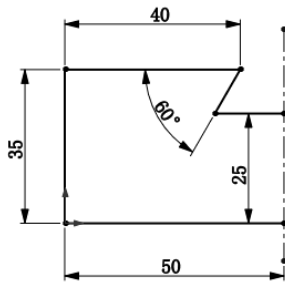

图 3-97 草图标注线性尺寸和角度尺寸
- [3] 单击 CommandManager 草图上的【智能尺寸】按钮，指针变成。草图标注线性尺寸和角度尺寸如图 3-97 所示。